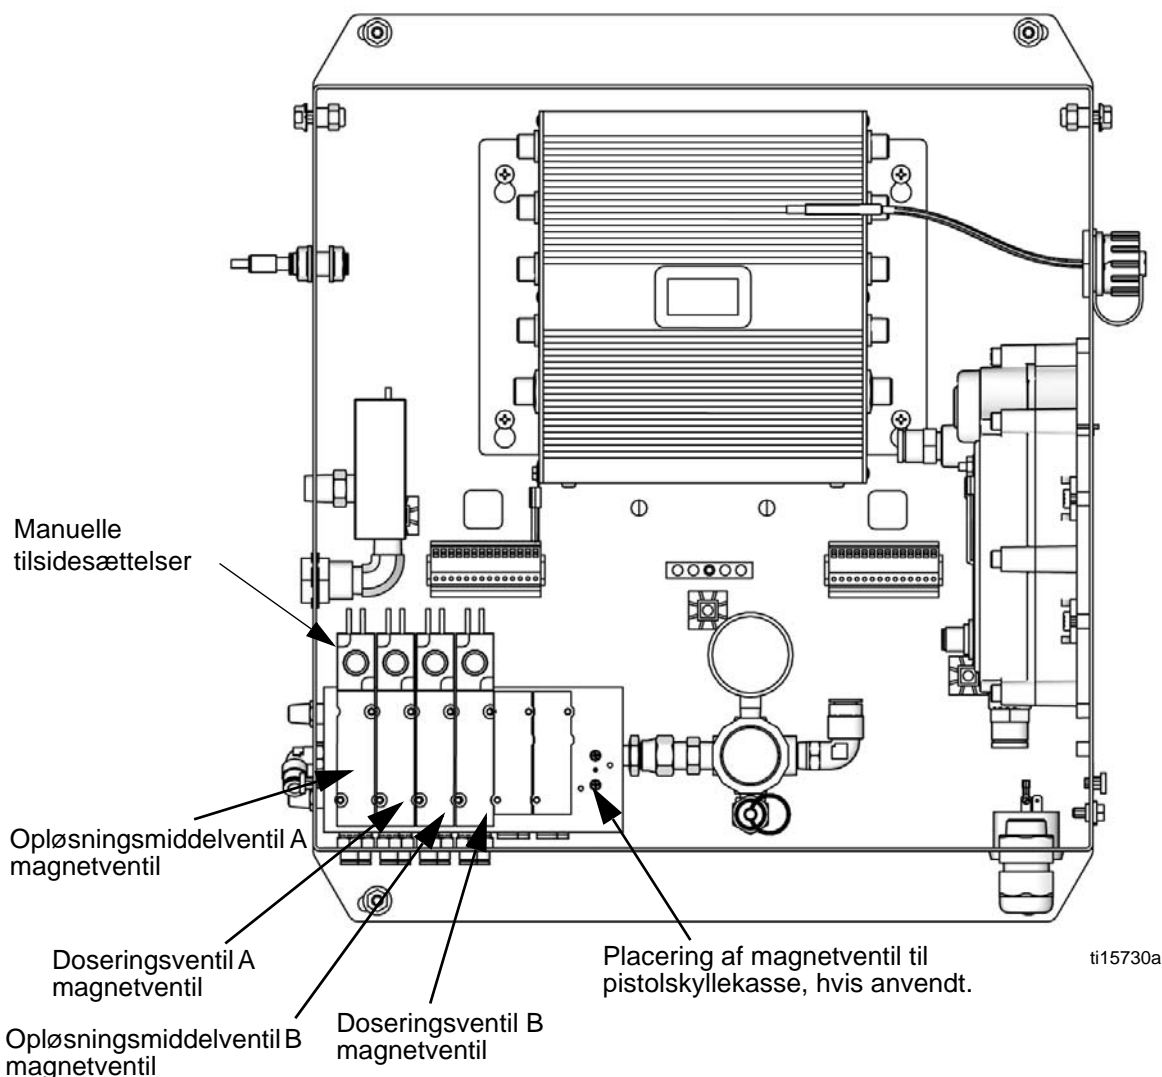

FIG. 19. Magnetventiler i kontrolboksen
7. Fjern dækslet til kontrolboksen for at få adgang til magnetventilerne. Se FIG. 19.
4. Med pistolen aktiveret skal du skubbe den manuelle tilsidesættelse på A- og B-doserings- og opløsningsmiddelventilerne - magnetventiler - for at fjerne trykket. Se FIG. 19. Kontrollér, at væsketrykket er reduceret til 0.